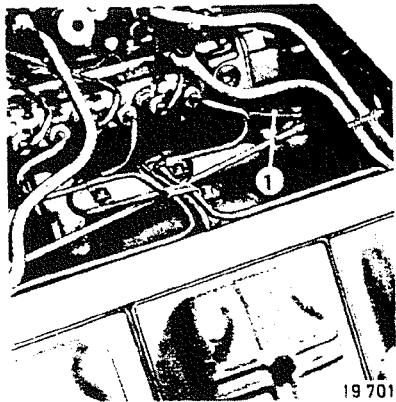

Рис. 6
- Рычаг регулятора 1 (см. рис. 6) вручную или при помехи ножного привода переместить на  $1/4$  полного хода.